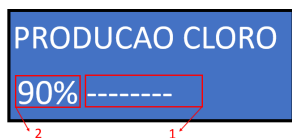

Figura 35
22. Para definir el modo de operación deseado, navegue por el menú principal hasta encontrar la pantalla “PRODUCCIÓN CLORO” (figura 35) pulsando el botón “OK” para ser dirigido a la pantalla que determina el porcentaje de generación de cloro.
Los modos de funcionamiento en los que puede operar el Generador de Cloro EASYCLOR PRO son (figura 35- Item 1):